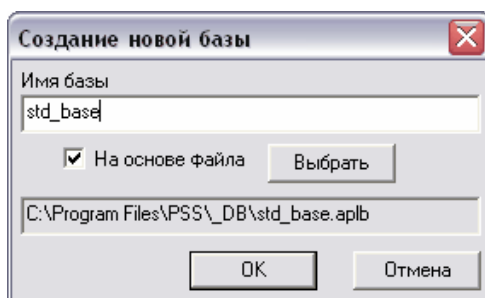

Рис. 5. Присоединение имеющейся БД
4. В данном окне введите имя новой базы. Название БД должно быть уникальным среди имен других БД на данном компьютере. Если вы хотите присоединить имеющуюся БД, то установите флажок **На основе файла**, затем нажмите на кнопку **Выбрать**. При нажатии на кнопку открывается стандартный диалог выбора файла, где требуется выбрать соответствующий файл БД с расширением «.aplb». Путь к выбранному файлу отображается в нижнем поле диалога (Рис. 5).